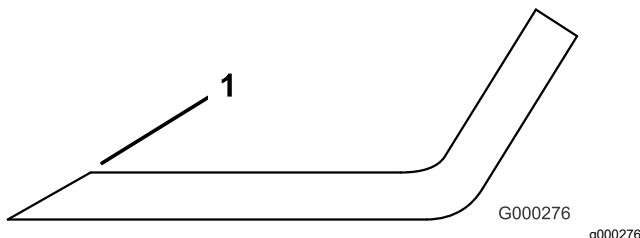

Figura 30
3. Ispécione as extremidades de corte de todas as lâminas. Afie as extremidades de corte se estas apresentarem sinais de desgaste ou ranhuras. Afie apenas o lado superior da parte cortante e mantenha o ângulo de corte original para garantir um desempenho eficaz da lâmina (Figura 30). A lâmina mantém o equilíbrio se for retirada a mesma quantidade de metal de ambas as partes cortantes.